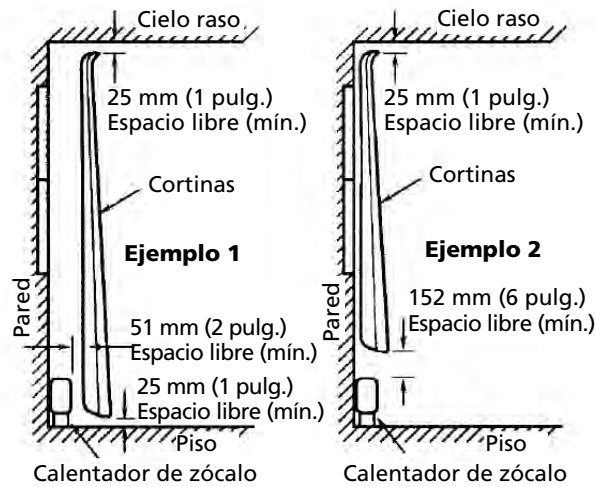

Figura 2 – Posición de las Cortinas Cerca del Calentador
- Para un funcionamiento eficaz y seguro, recomendamos mantener un espacio libre mínimo de 152 mm (6 pulg.) por encima y enfrente del calentador en todo momento. Consulte la Figura 2 para ver los requisitos de espacio libre mínimo para cortinas.
Algunas telas se descoloran con el paso del tiempo por la simple exposición a la luz solar indirecta y a las temperaturas ambiente normales; especialmente los materiales orgánicos y sintéticos. Éstas tienden a descolorarse más rápidamente cuando están expuestas a la luz solar directa y a corrientes tibias. Cuelgue las cortinas en forma que deje un espacio de aire mínimo de 51 mm (2 pulg.) entre el frente del calentador y el pliego más cercano de la cortina, como se muestra en el Ejemplo 1 en la Figura 2, o un espacio de aire de 152 mm (6 pulg.) entre la parte superior del calentador y la parte inferior de las cortinas como se muestra en el Ejemplo 2 en la Figura 2. Deje un espacio libre mínimo de 25 mm (1 pulg.) desde las cortinas hasta el cielo raso y hasta la cubierta superior del piso para permitir la circulación del aire como se muestra en el Ejemplo 1 en la Figura 2.